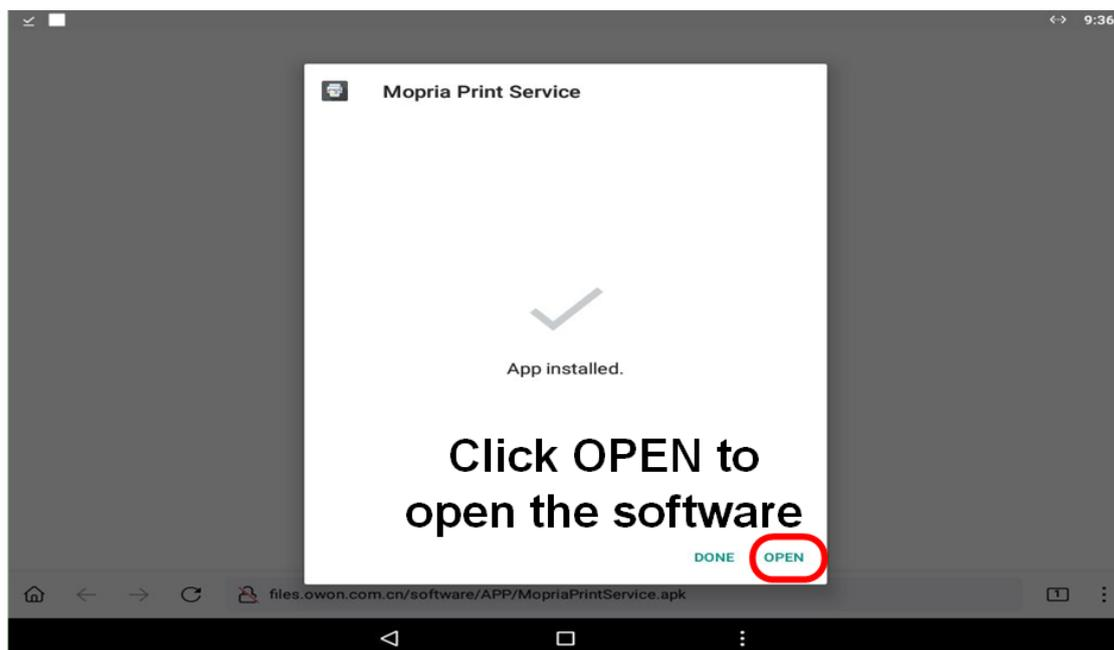

図 5
2、ウェブサイトで印刷アプリをインストールし、図 1 から図 5 の手順に従ってください。
⑤インストールが成功すると、**[OPEN]**をクリックすると印刷アプリが開きます。図 5 に示すように。